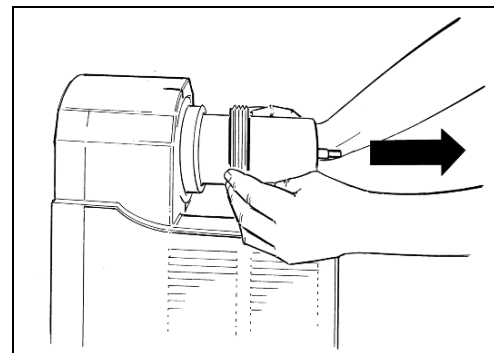

Fig. 8
- **E**nlever le joint d'étanchéité du bac comme indiqué sur la figure 8.